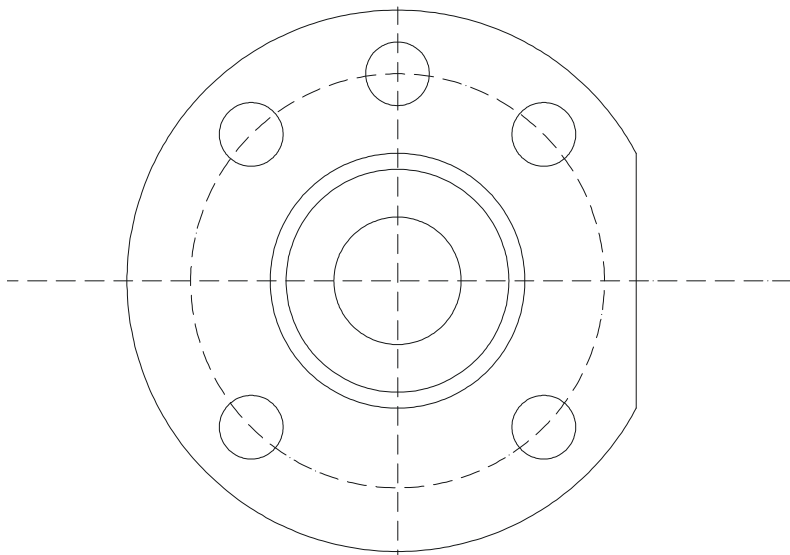

图 3-4-5
(4) 使用 TRIM 命令结合 XLINE 命令修剪如图 3-4-3 所示连接件主视图, 最终效果如图 3-4-5 所示。其具体操作如下: